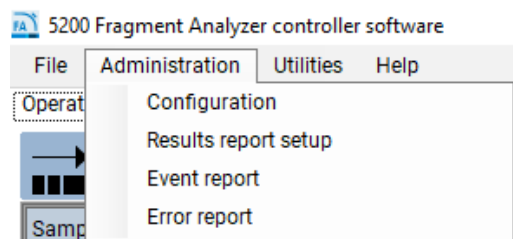

Figure 88 Menu Administration
- 1 Dans le menu déroulant **Administration**, sélectionnez **Results report setup** (Configuration des rapports de résultats) (**figure 88**).